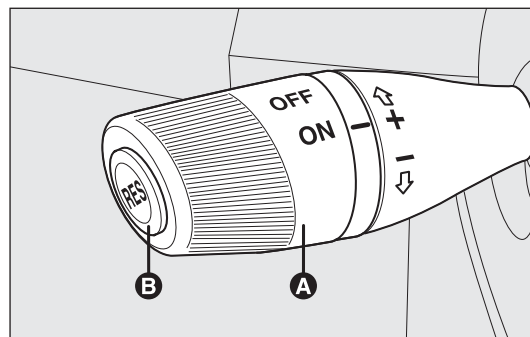

рис. 41
Поверните ручку А – рис. 41 в положение ON.
- поверните ручку А – рис. 41 в положение ON и нажатием на педаль акселератора приведите автомобиль на нужную скорость движения;
- нажать кнопку RES В – рис. 41.
- нажатием педали акселератора; в таком случае система фактически не отключается, но запрос на увеличение скорости имеет преимущественное значение для работы устройства. Система круиз-контроль остается в активном состоянии без необходимости нажать кнопку RES B – рис. 41, чтобы вернуться к предыдущим условиям после того, как процесс ускорения завершился.